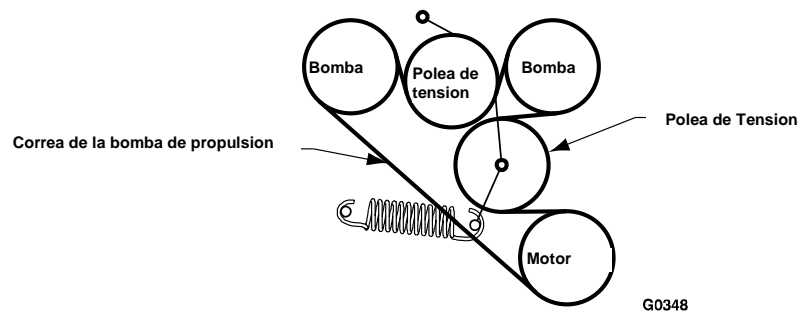

FIGURA 9
- c) Coloque la nueva correa como se muestra en la calcomanía ubicada en el escudo protector del lado izquierdo. Vea Figura 9.